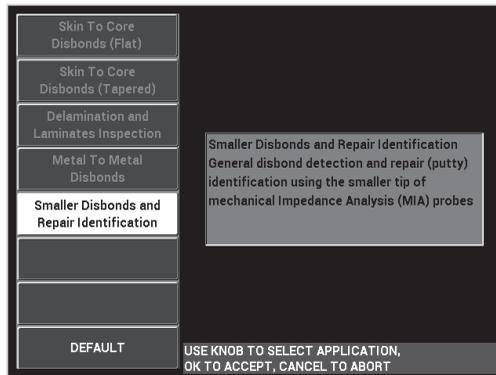

Abbildung 6-23 Anwendung Kleine Ablösungen
3. Wählen Sie die Anwendung **Kleine Ablösungen** aus und drücken Sie zur Bestätigung auf  (siehe Abbildung 6-23 auf Seite 151).